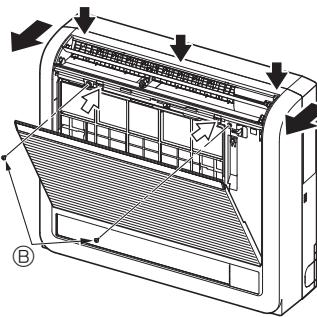
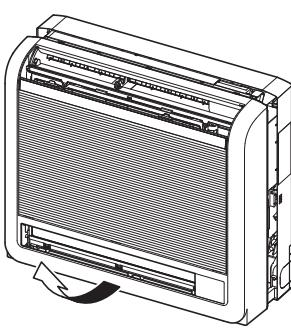

Fig. 3-3
Fig. 3-4
- ① Open het voorste rooster door op de 2 plaatsen te drukken zoals aangegeven door de pijlen . (Fig. 3-3)
- ② Open het voorste rooster en draai de beide schroeven los.
- ③ Open de horizontale klep van de bovenste luchtauilat, druk op drie plaatsen aan de bovenkant van het voorpaneel, en trek de bovenkant van het rooster van de binnenuit weg.
- ④ Schroeven
- ⑤ Verwijder het voorste rooster in opwaartse richting. (Fig. 3-4)